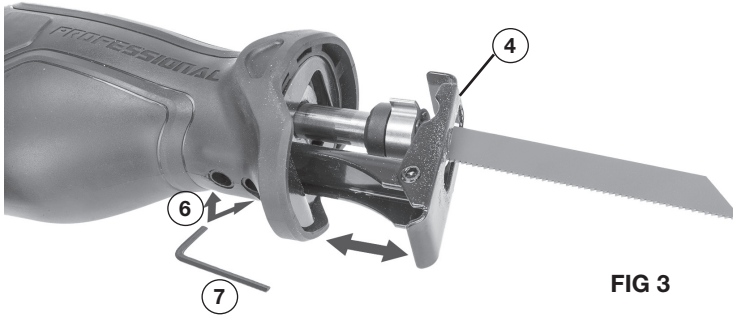

FIG 3
AJUSTE DE LA PLATAFORMA FRONTAL (FIG 3)
configuraciones. Para realizar este ajuste, use la llave Allen incluida (7) para aflojar los 2 tornillos (6) en la parte inferior que sujetan la plataforma FIG 3. Coloque la plataforma en una de las dos configuraciones y luego vuelva a apretar los tornillos para fijar la plataforma frontal en su lugar.